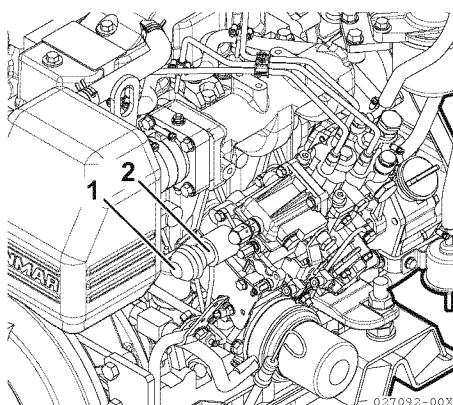

Figure 20
Azionare il motorino di avviamento premendo il pulsante di arresto di emergenza (**Figure 20, (1)**) posto sul retro della pompa del carburante. La fornitura di carburante viene interrotta.